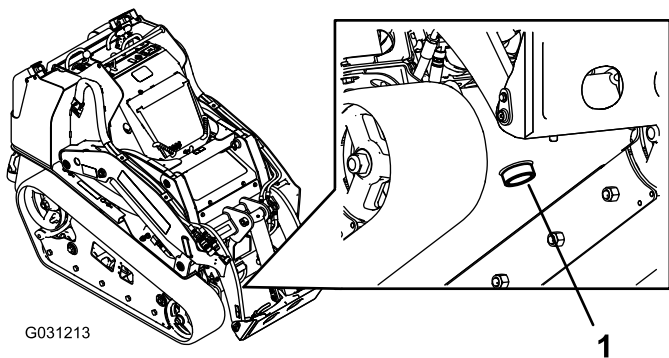

Figura 58
5. Coloque un recipiente grande (con capacidad para 57 litros) debajo del tapón de vaciado situado en la parte delantera de la unidad de tracción (Figura 58).
6. Retire el tapón de vaciado y deje fluir el aceite al recipiente (Figura 58).